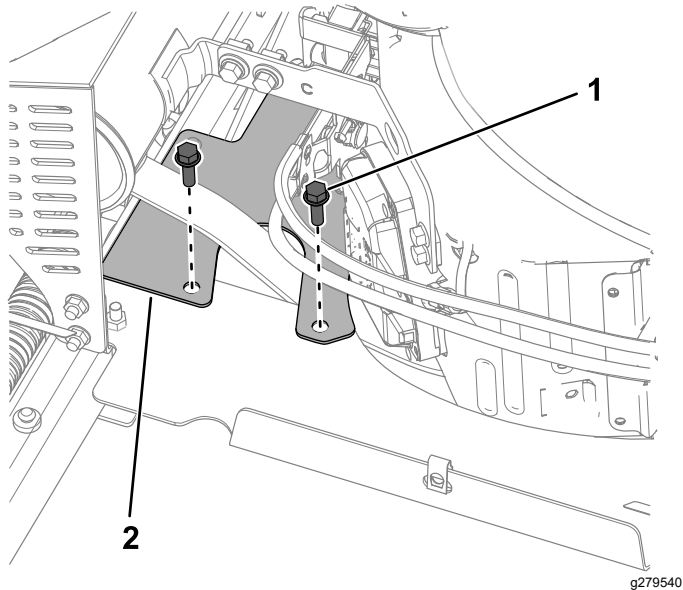

Figura 31
3. Retire los 2 pernos (5/16" x 1") y el protector de la correa (Figura 31).
2. Instale el protector de la correa, tal y como se muestra en la Figura 31. Apriete los pernos a entre 20 y 25 N·m.